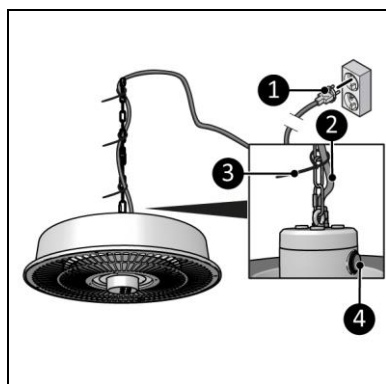

Abbildung 9
2. Stellen Sie sicher, dass sich der EIN/AUS-Schalter in der AUS-Position befindet (Abbildung 9, Pos. 4).).
3. Platzieren Sie das Stromkabel (Abbildung 9, Pos.2) mit Kabelbindern (Abbildung 9, Pos. 3) entlang der Aufhängekette).
4. Stecken Sie den Netzstecker (Abbildung 9, Pos. 1) in eine leicht zugängliche geerdete Steckdose. Verwenden Sie eine geerdete Steckdose mit einer Mindestleistung von 1500 Watt.
1. Stellen Sie den EIN/AUS-Schalter auf EIN (Abbildung 9, Pos. 4).
1. Stellen Sie sicher, dass sich der EIN/AUS-Schalter in der AUS-Position befindet (Abbildung 9, Pos. 4).).
2. Ziehen Sie den Netzstecker aus der Steckdose (Abbildung 9, Pos. 1).).